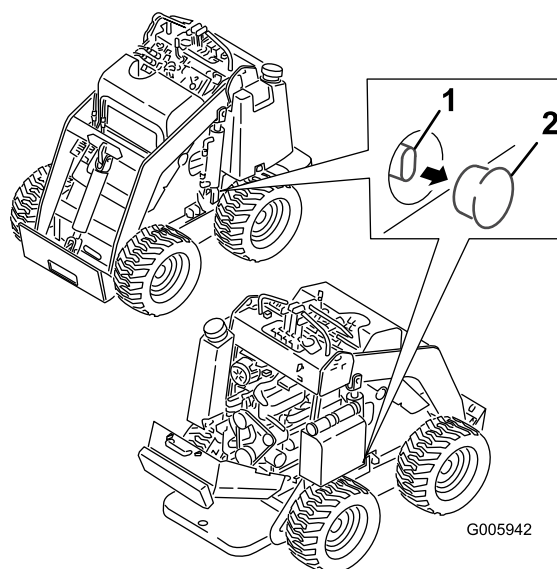

Figura 19
2. Togliete il tappo da ogni valvola di traino, situato sotto ciascun serbatoio carburante (Figura 19).